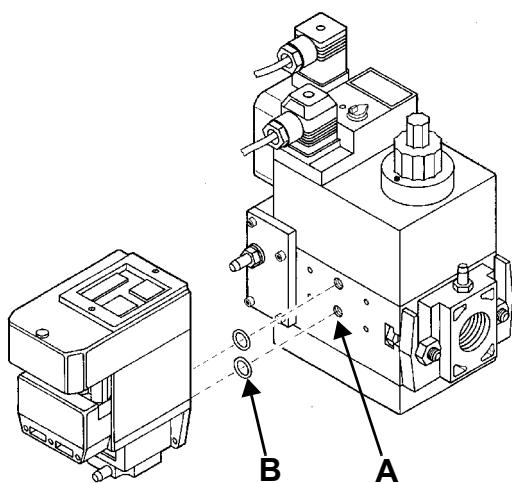

Рис. 57
- 3). снять крепежные винты группы Multibloc (Рис. 57-А)
- 4). вставить уплотнительные кольца (10,5x2,25) в VPS 504 (Рис. 57-В)
- 5). закрутить 4 винта блока контроля герметичности (М4x16) Рис. 57-С.